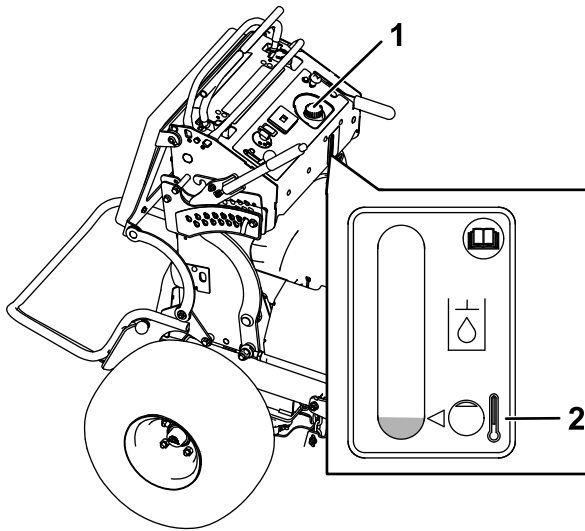

Figure 69
4. Nettoyez la surface autour du bouchon et du goulot de remplissage du réservoir hydraulique (Figure 69).
5. Enlevez le bouchon du goulot de remplissage (Figure 69).